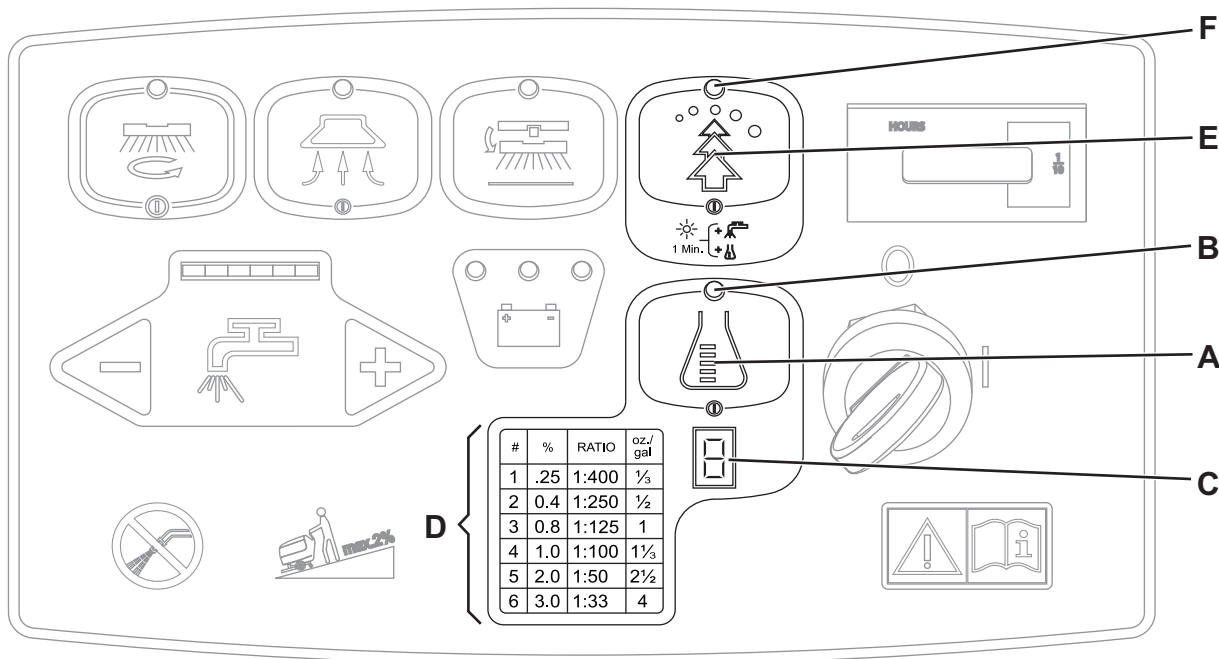

Figure 5
Le système pour le mélange du détergent à l'eau de lavage est activé en appuyant sur le bouton-poussoir de réglage du pourcentage de détergent (A, Fig. 5) : si le DEL (B) est allumé, le détergent est ajouté à l'eau de lavage.
Appuyer sur le bouton-poussoir EcoFlex™ (E, Fig. 5) chaque fois que l'on nécessite d'une plus grande puissance de lavage. En appuyant sur le bouton-poussoir (E) [DEL (F) clignotant], soit le flux de solution que la concentration de détergent dans la solution correspondante augmentent jusqu'au niveau configuré (en outre, si la fonction de mélange détergent est désactivée, elle est automatiquement activée).
Pour désactiver le système temporairement, appuyer sur le bouton-poussoir du système EcoFlex™ (E, Fig. 5) pour 2 secondes. L'opération terminée [LED (D) éteint], le niveau de concentration du détergent correspond à la valeur configurée. Pour activer le système, appuyer à nouveau sur le bouton-poussoir du système EcoFlex™ (E).